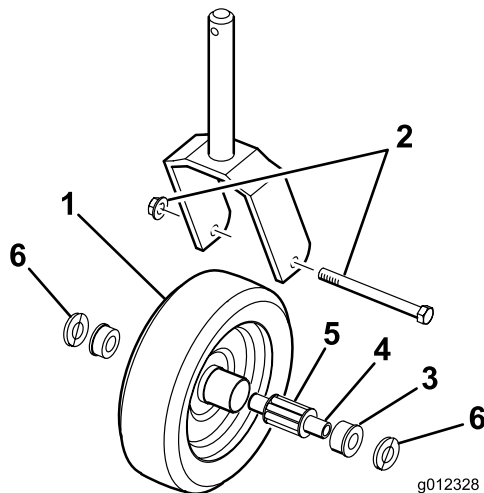

Figure 26
1. Enlevez le contre-écrou de la vis qui fixe la roue pivotante à la fourche (Figure 26). Maintenez la roue pivotante et enlevez la vis de la chape.
2. Sortez la douille pour clé du moyeu de roue (Figure 26).
3. Enlevez la bague du moyeu de la roue et laissez tomber le roulement (Figure 26). Enlevez la bague de l'autre côté du moyeu.
6. Glissez la clé avec précaution dans les bagues et le moyeu de roue (Figure 26).